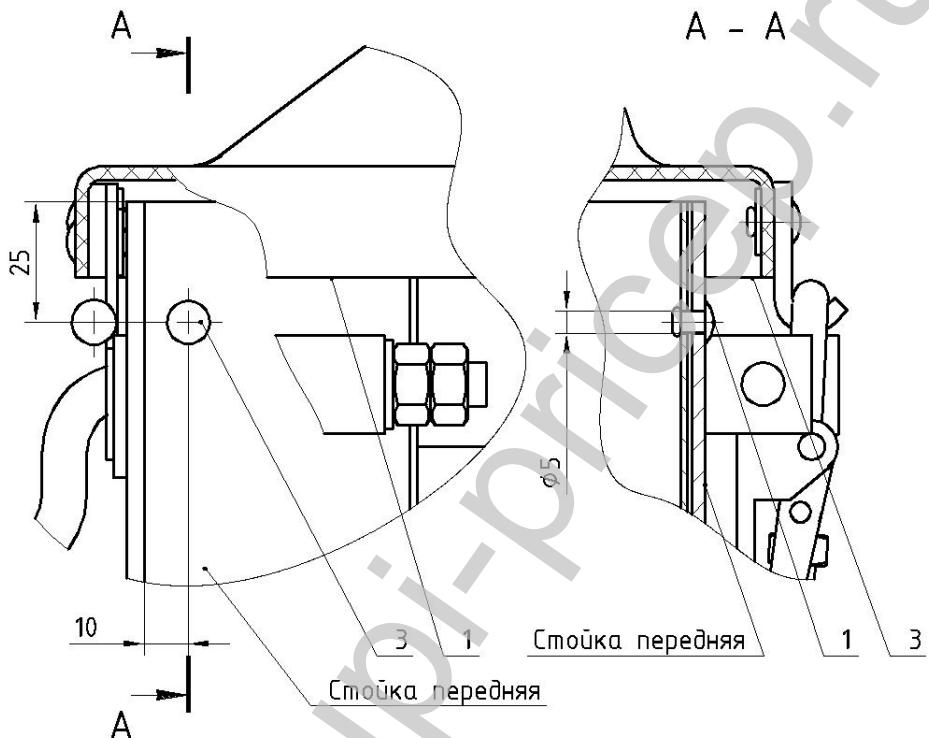

Рисунок 2.
7. Просверлить отверстия Ø5мм и зафиксировать передний борт прицепа вытяжными заклепками 3 (рис.2).
9. Прикрутить верхние шаровые шарниры 3 (рис. 2 сечение А-А).
10. В закрытом состоянии крышки разметить отверстие Б в левом и правом борту прицепа на расстоянии 280мм от оси вращения шарнира и 8мм от верхнего края борта, как показано на рис. 2.